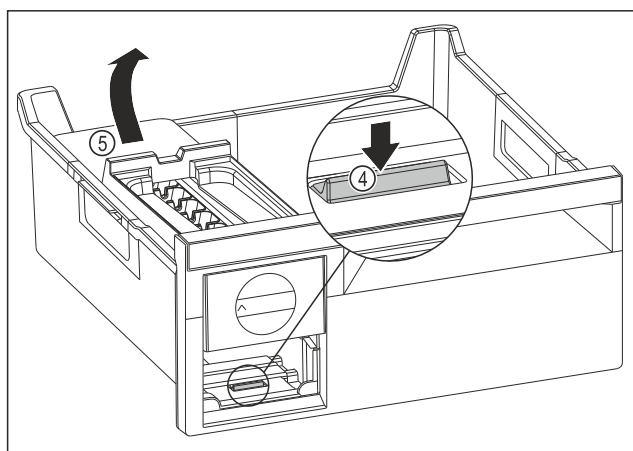

Fig. 131
- ▶ Udtagning af EasyTwist-Ice-legemet: Tryk lasken Fig. 131 (4) ned med fingeren, og løft samtidigt EasyTwist-Ice-legemet Fig. 131 (5) med den anden hånd.